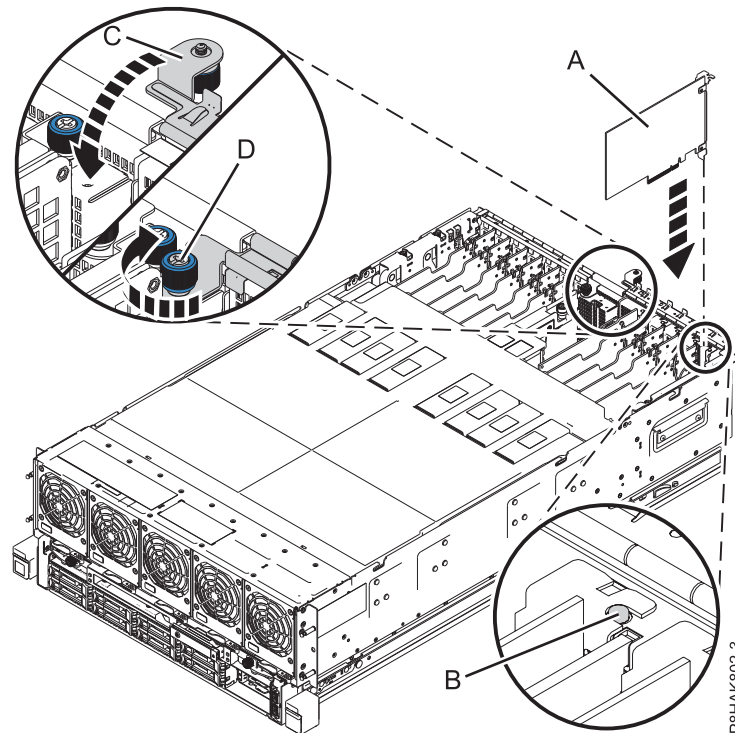

Figura 4. Instalar ou substituir um adaptador PCIe no sistema 8408-44E ou 8408-E8E
6. Agarre cuidadosamente o adaptador pela respectiva aresta superior ou contraponto e alinhe o adaptador com a ranhura e o respectivo conector no painel posterior do sistema (A), conforme demonstrado em Figura 4 na página 7.
8. Certifique-se de que o entalhe do contraponto fixe no pino do chassis do sistema. Consulte (B) na Figura 4 na página 7.
9. Feche a calha de retenção de E/S (C) rondando-a para baixo e, em seguida, apertando o parafuso de aperto manual (D) até este estar fixo ao chassis do sistema. Consulte a Figura 4 na página 7.